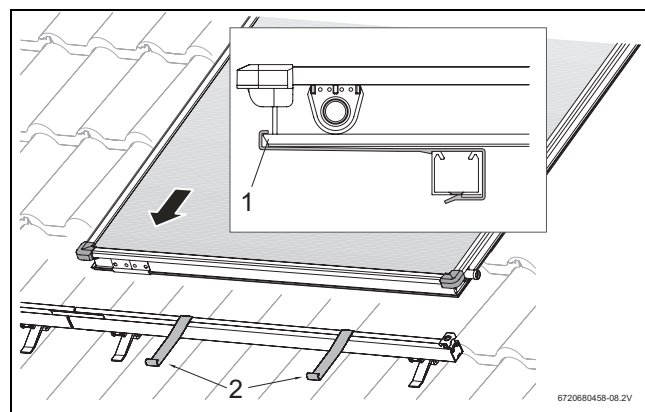

Fig. 60 Poser le premier capteur sur les rails profilés
- Poser le premier capteur sur les rails profilés et laisser glisser dans les dispositifs anti-glissement (→ fig. 60, [2]).
Le bord inférieur du capteur (→ fig. 60, [1]) doit se trouver dans l'orifice du dispositif anti-glissement.